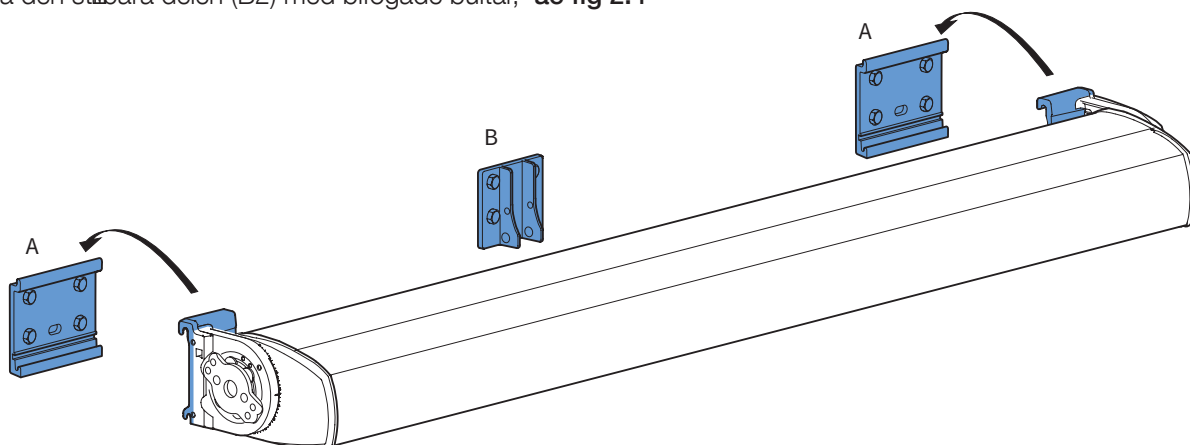

fig. 2.1 Montage av markis
1. Häng markisen på väggkonsolerna (A), **se fig 2.1 och 2.2**